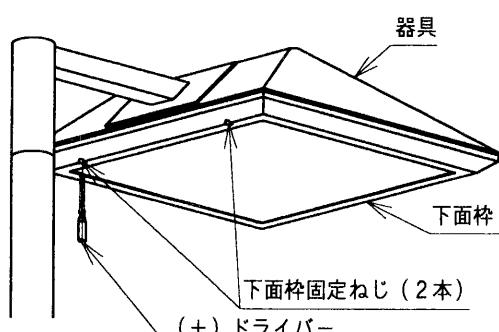

図4
- 器具下面枠固定ねじ（2本）をゆるめ、下面枠を静かに開けてください。（図4）
③ 器具内上部反射鏡をはずし、端子台固定金具取付ねじ（2本）をゆるめてください。